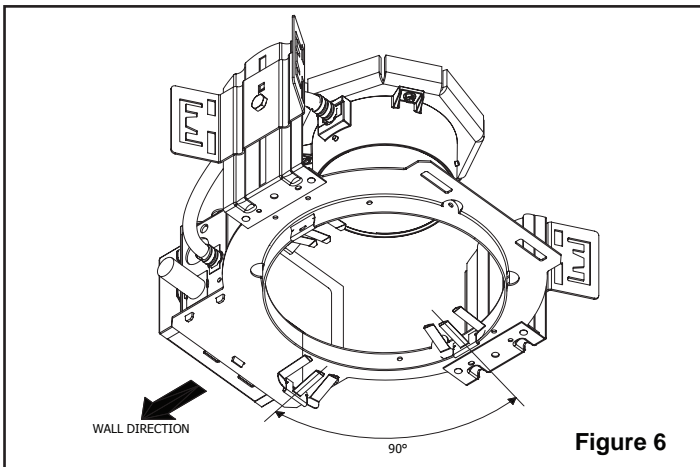

Figure 6
2. For wall wash trims, space trim clips approximately 90° apart to allow for wall wash trim installation. (See Figure 6.)
2. Pour les garnitures de lèche-murs, espacez les attaches de la garniture d'environ 90° pour permettre l'installation de la garniture du lèche-mur (voir figure 6).